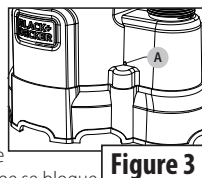

Figure 3
- Cette pompe est équipée d'un orifice anti-retour. Un jet d'eau sortira de cet orifice lorsque la pompe fonctionnera. Ceci est une caractéristique normale de cette pompe. Lorsqu'une pompe se bloque, elle fonctionne mais ne déplace pas d'eau. Un retour entraînera une surchauffe et une panne de la pompe. Si vous suspectez un retour, débranchez la pompe, nettoyez l'orifice anti-retour avec un trombone ou un morceau de fil et redémarrez la pompe. Voir la figure 3.